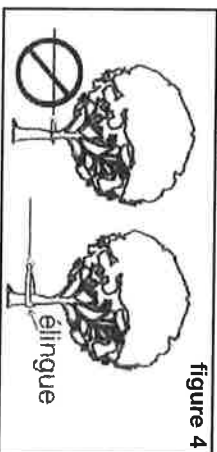

figure 4
10. N'ACCROCHEZ JAMAIS LE CROCHET SUR LE CÂBLE. Vous risqueriez d'endommager le câble. Utilisez une élingue en nylon pour ce type de raccordement (figure 4).